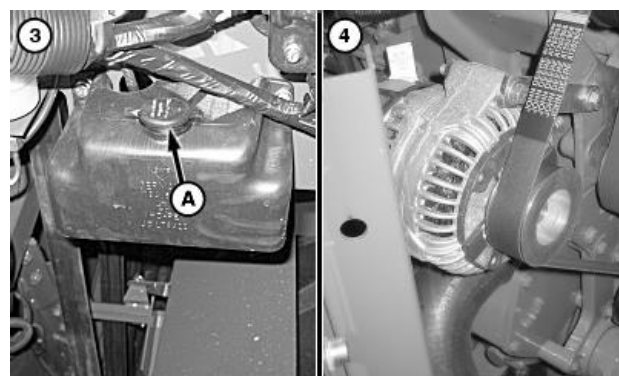

Рис.4.75 – Заповнення бачка склоомивача (3) та очищення решітки генератора (4)
3. Заповнювати бачок склоомивача (рис.4.75). Відкрити кришку та при необхідності заповнити бачок склоомивача.
4. Очистити решітки генератора (рис.4.75). Виконати очищення решітки генератора, коли 50% і більше її поверхні буде засміченою.